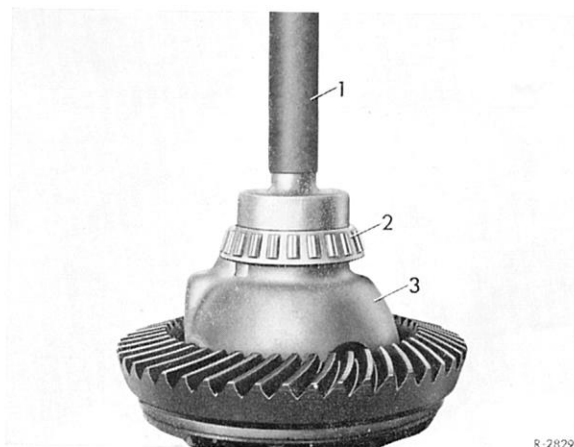

Bild 35–12/16
19 Sechskantschrauben zur Befestigung des Tellerrades zuerst leicht anlegen und dann mit dem vorgeschriebenen Drehmoment übers Kreuz festziehen (Bild 35–12/15).
20 Innenringe der Kegelrollenlager (2) mit dem Eindrückdorn (1) oder mit einer geeigneten Hülse auf das Ausgleichgetriebegehäuse (3) aufpressen (Bild 35–12/16).